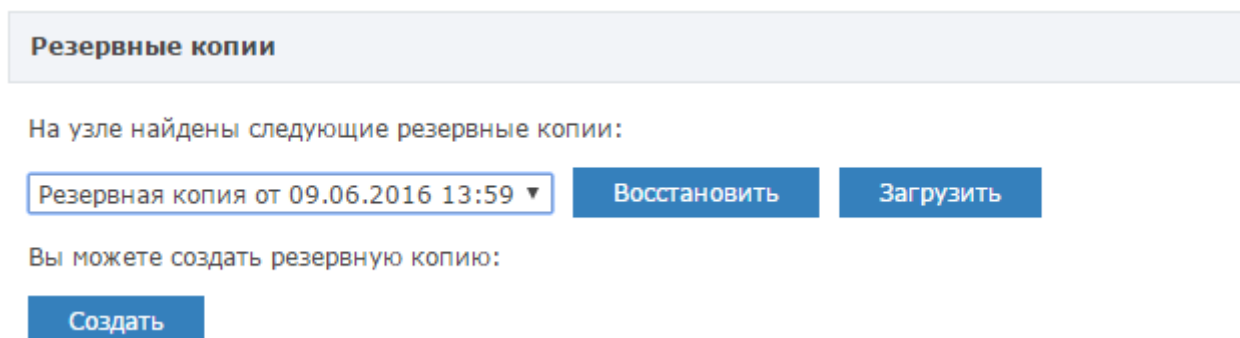

Рисунок 9.38 — Кнопка **Обновление ПО**
2. В блоке **Резервные копии** (рисунок 9.38) нажмите на кнопку **Создать**.